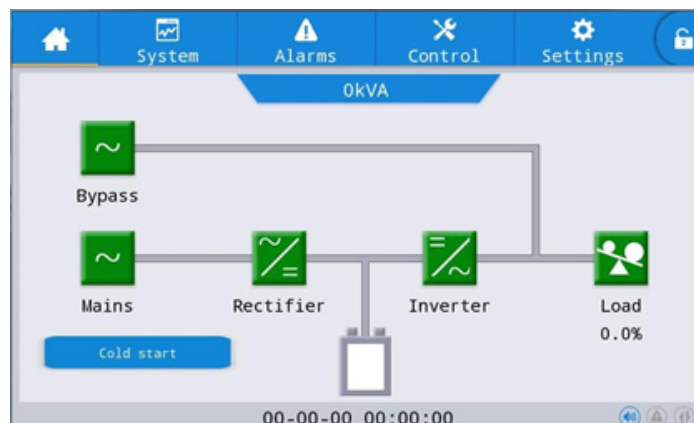

Рис. 5-1 Кнопка холодного пуска на экране
- 3) После этого нажмите кнопку холодного старта на ЖК-дисплее, как показано на рис. 5-1. ИБП запустится, и ИБП перейдет в режим работы от батареи через 30 сек.